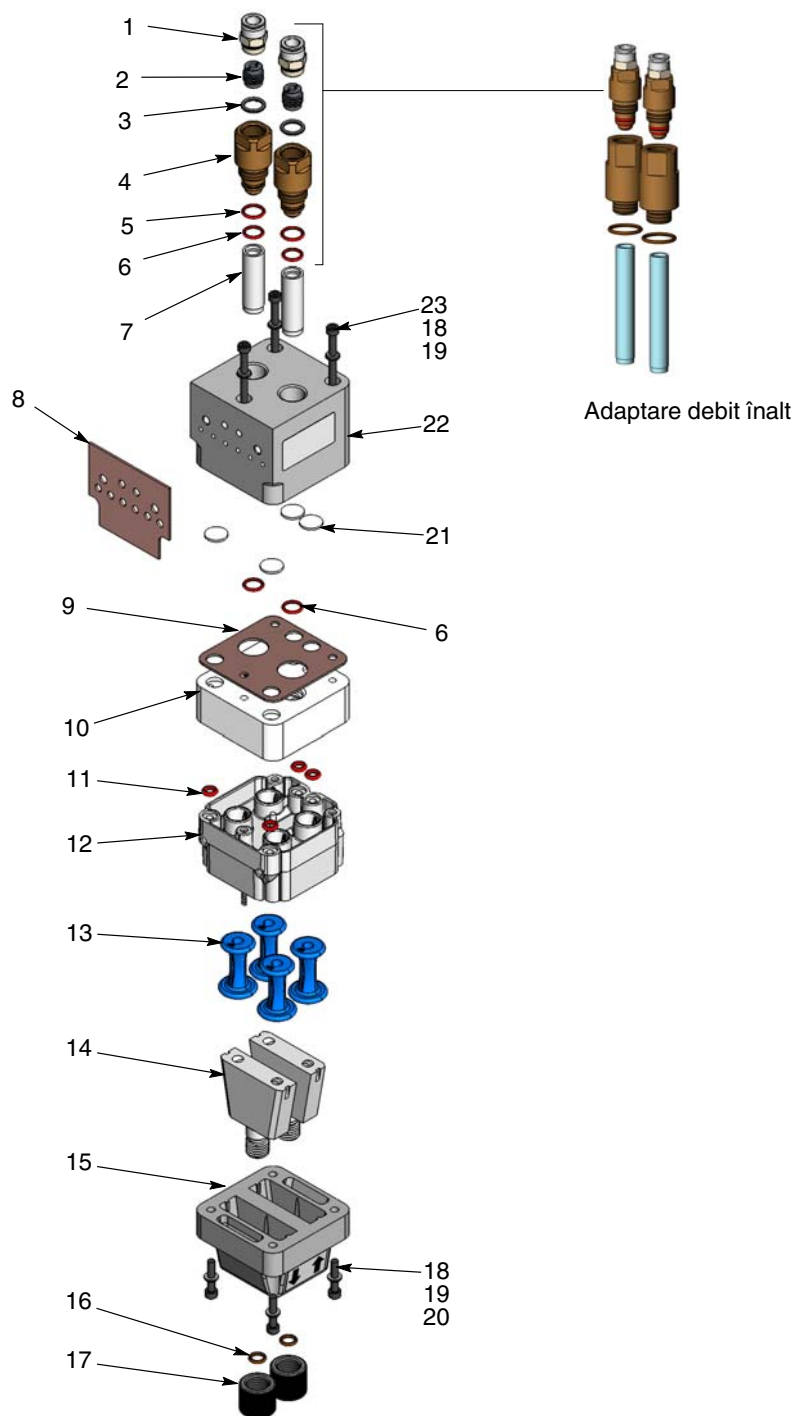

Figura 10 Dezasamblarea pompei
4. A se vedea Figura 10. Dezasamblați pompa așa cum este prezentat, începând cu tuburile de fluidizare. Garniturile lipite nu trebuie desfăcute decât dacă sunt deteriorate.